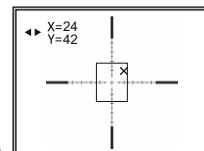

Fig.4
9) Sul display appaiono: croce ausiliaria  di colore rosso, le frecce orizzontali e le coordinate della croce ausiliaria  $X=00$  $Y=00$ (Fig.4).